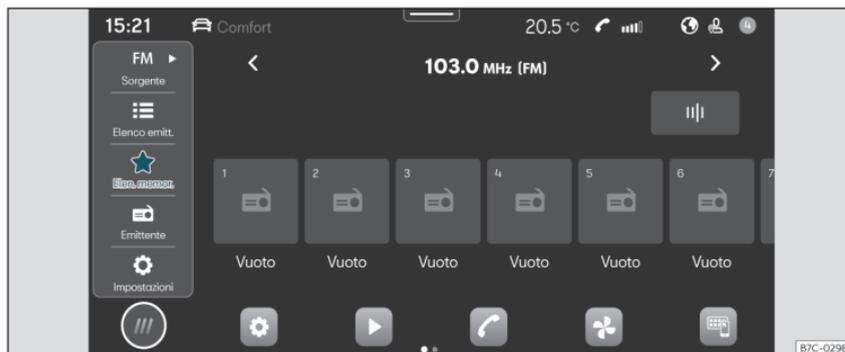

Fig. 132 Rappresentazione schematica: Visualizzazione Radio
- Premere **HOME** > >>> **fig. 132**.